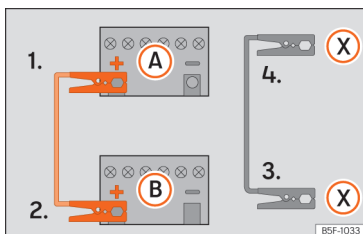

Fig. 44 Esquema de ligação para veículos com sistema Start/Stop.
- 4b. *Nos veículos com sistema Start-Stop:* ligue uma extremidade do cabo auxiliar de arranque **preto** (X) a um terminal de massa adequado, a uma peça de metal maciça que esteja aparafusada ao bloco do motor ou ao próprio bloco do motor » » » Fig. 44.
5. Ligue a outra extremidade do cabo **preto** de emergência (X), no veículo com a bateria descarregada, a uma peça de metal maciça que esteja aparafusada ao bloco do motor ou ao próprio bloco do motor, mas o mais afastado possível da bateria (A).